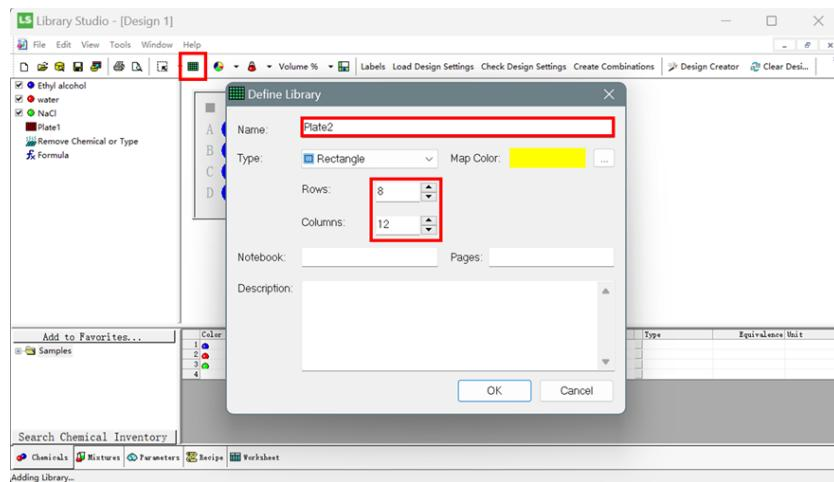

图 6-2-6
- 1) 新建 Library: 在软件 Toolbar 中点击  , 根据需求在“Define Library”窗口中创建实验所需板位 (图 6-2-6)。根据实验计划, 命名板位 (建议体现用途和规格, 方便后续在 Design Creator 中识别调用), 修改行数 (Rows) 和列数 (Columns), 可对其进行备注。